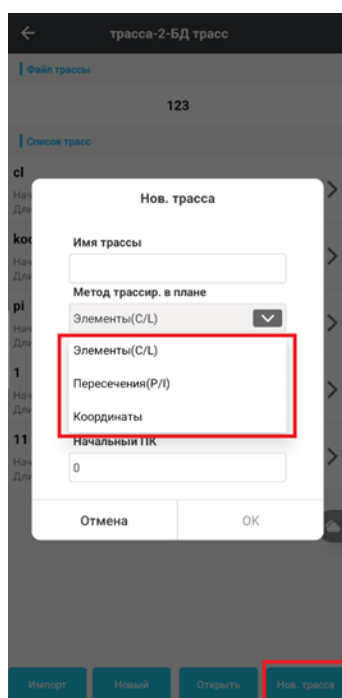

Рисунок 3.7.4
1. Имя трассы (Рисунок 3.7.4)
2. Метод трассирования в плане (Рисунок 3.7.4)